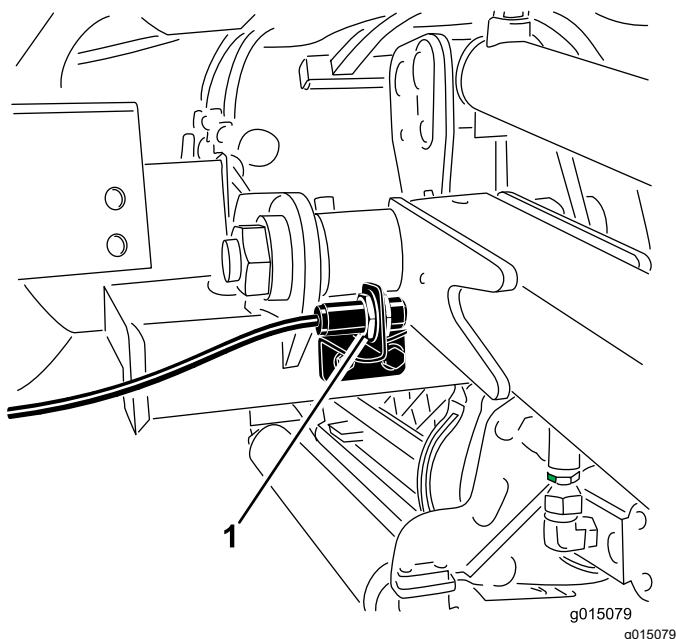

図 60
2. 昇降アームスイッチは、前右昇降アームの裏側にあります 図 60。
3. スイッチ取り付けねじ 図 60 をゆるめ、昇降アームの旋回高さを高くしたい場合にはスイッチを上に移動させる旋回高さを低くしたい場合にはスイッチを下に移動させる。調整ができたらねじを締め付ける。